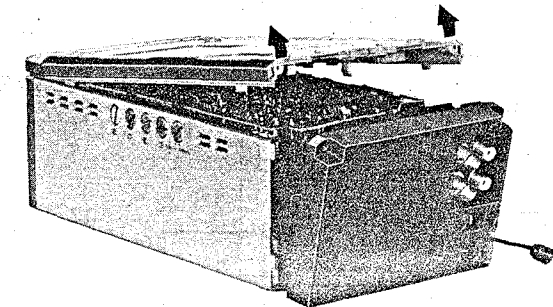

Fig. 3 Abb. 3
2. Remove cabinet by lifting it upwards as shown in Fig. 3.
2. Das Gehäuse zum Entfernen nach oben abheben, wie in Abb. 3 gezeigt.
3. Remove the bottom case by lifting it upwards, as shown in Fig. 3.
3. Die Bodenabdeckung zum Entfernen nach oben abheben, wie in Abb. 3 gezeigt.